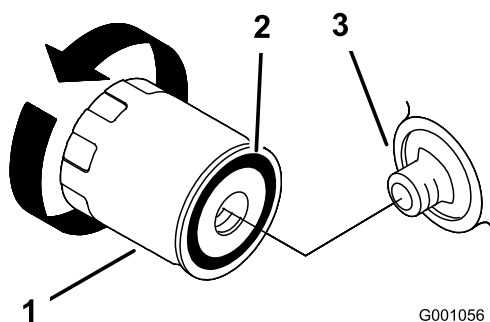

Figura 21
2. Remova o filtro de óleo antigo e limpe a superfície de vedação do adaptador do filtro (Figura 21).
3. Aplique uma fina camada de óleo para sistemas hidráulicos na junta de borracha do filtro de substituição (Figura 21).
4. Instale um filtro de óleo de substituição no adaptador do filtro, rode o filtro de óleo no sentido horário até que o vedante de borracha entre em contacto com o adaptador do filtro, em seguida, aperte o filtro mais 2/3 a 1 volta (Figura 21).